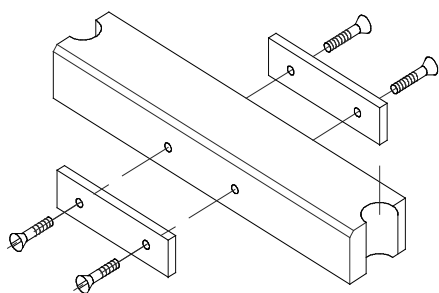

Figure 13.
Déviations d'axe du tuyau (C), (*Figure 13*) :